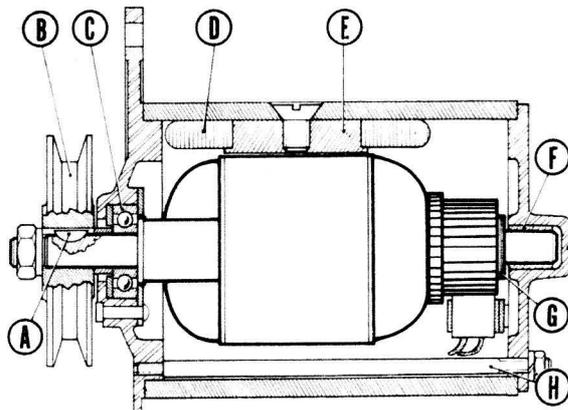

Fig. 5
- PARIS-RHONE G 10 R 19 (fig. 5).
- DUCELLIER 7249 A (225 J 2) (fig. 5).